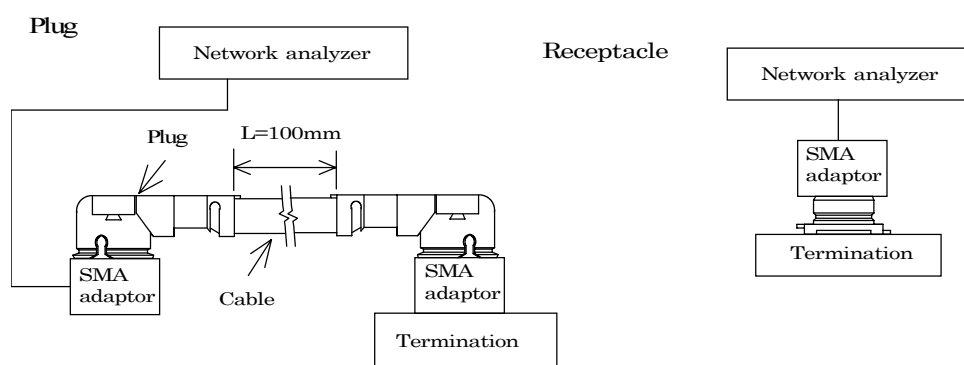

Fig.3
A. Testing : Measure the VSWR as shown in Fig.3 by the network analyzer.
A. 試験法: ネットワークアナライザーにて Fig.3 のように VSWR を測定する。